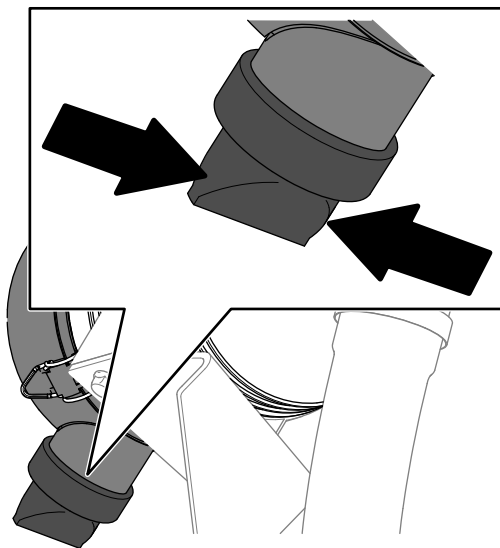

Figura 76
5. Apriete la válvula de expulsión de polvo (Figura 76).